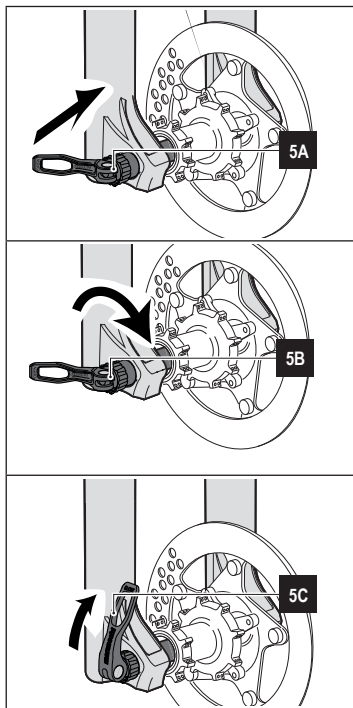

Figura 5 - QR15 o QR20 cierres rápidos: instalación de rueda
- Alinee el buje con las punteras de la horquilla (ver 5A en Figura 5).
- Introduzca el eje a través de la puntera derecha y atravesando la rueda (ver 5A en Figura 5).
- Rotar el eje en el sentido de las agujas del reloj hasta que la Resistencia del tornillo es percibida (ver 5B en Figura 5).
- Posicionar la leva en la posición preferida y cerrar el sistema bloqueando el eje (ver 5C en Figura 5).
- Compruebe que la palanca del cierre rápido esté colocada en la posición que asegure el ajuste correcto del eje y que esta posición evite cualquier tipo de golpes durante el uso (ver 5C en Figura 5).